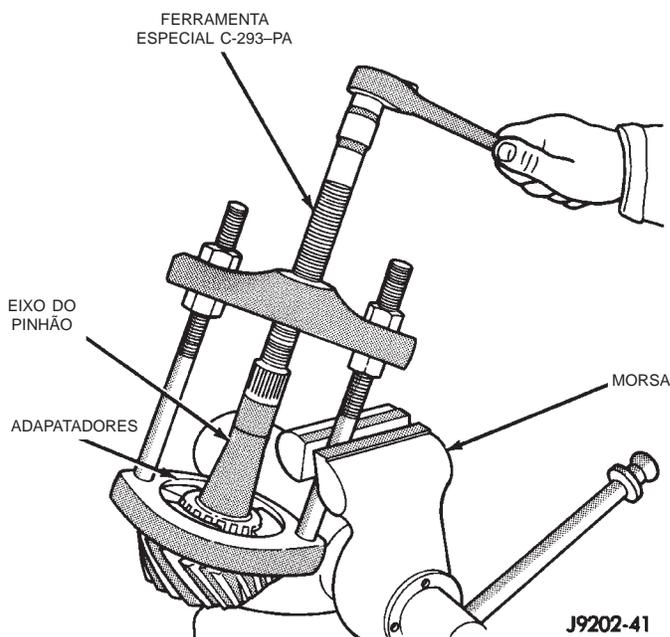

Fig. 31 Remoção do Rolamento Traseiro
(13) Remova o rolamento traseiro do pinhão (Fig. 31) com: